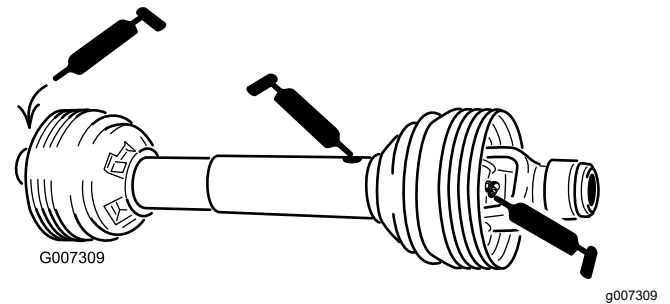

Figura 28
Albero di trasmissione della PDF (3) (Figura 28)